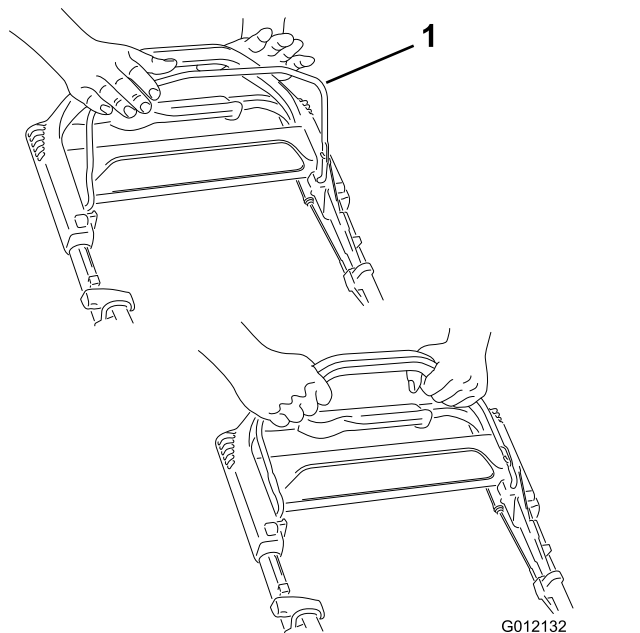

Рисунок 15
1. Потяните штангу управления ножом в направлении рукоятки и удерживайте ее (Рисунок 15).